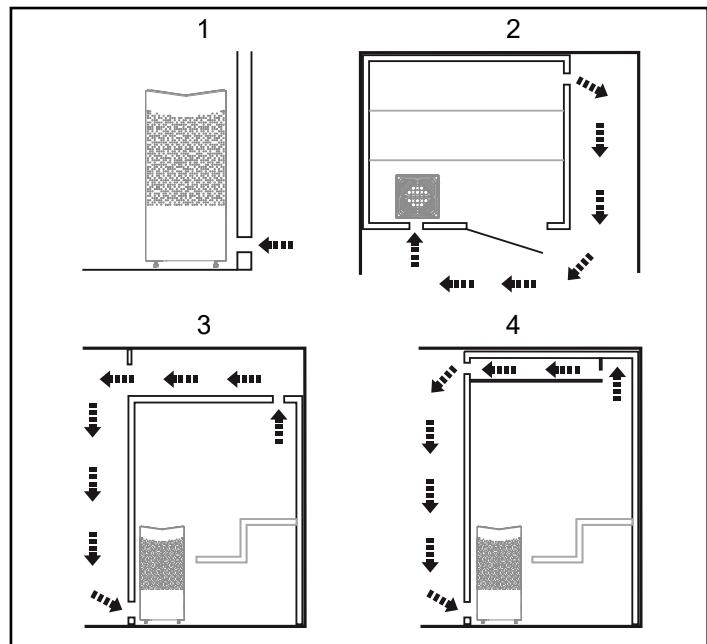

Fig 6: In- och utluftsventilens placering
- Ventilation av bastu ska utföras enligt instruktioner i denna manual (se Avsnittet Inluftsventilens placering, fig 6, Avsnittet Utluftsventilens placering, fig 6).
- Placer inluftsventilen (se Avsnittet Inluftsventilens placering, fig 6).
- Placer utluftsventilen (se Avsnittet Utluftsventilens placering, fig 6).
Läs avsnitten *Inlufventilens* och *Utluftventilens placering* i denna anvisning, fig 6. Manöverpanelen skall alltid placeras utanför basturummet om inte dessa krav är uppfyllda.
- med maximalt avstånd till inluftsventilen, t.ex. i diagonal (se Fig 6).
- högt på väggen eller i taket (se Fig 6).